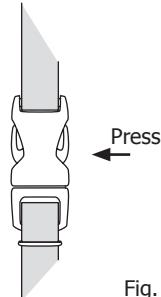

Fig. 4b
- Feche o dispositivo de ajuste da fi ta (Fig. 4b)
Tenha em atenção que, antes de cada deslocação, o fecho deve ser fechado!!! (Fig. 4b)